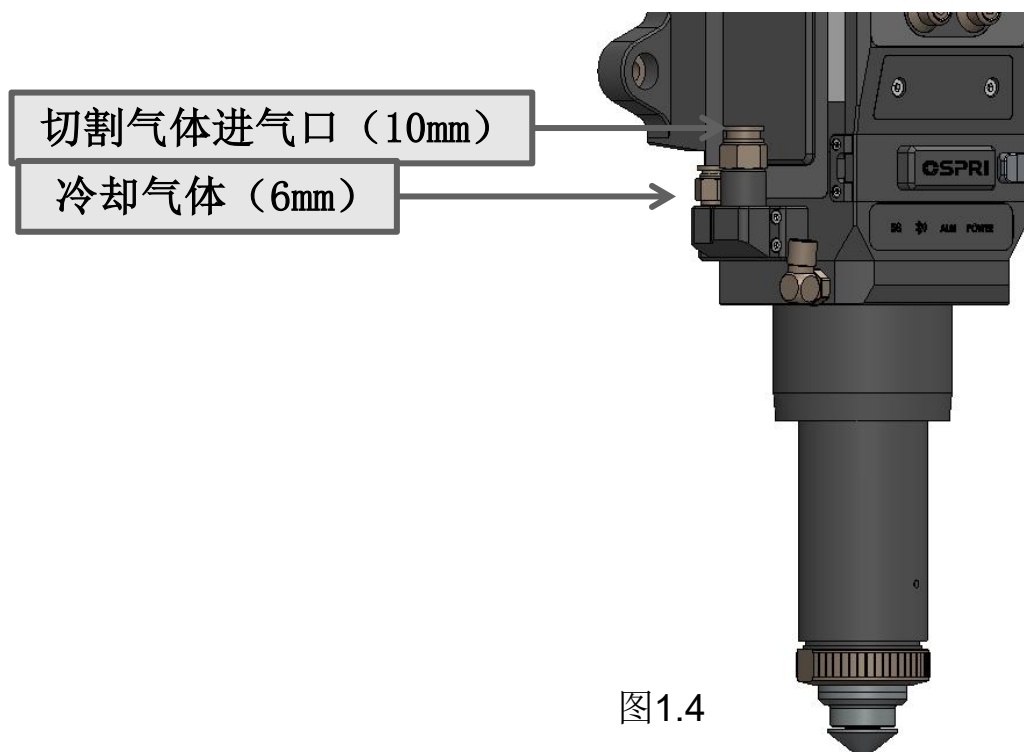

图1.4
- ① 输入口接10mm气管，如下图1.4所示，用于对接切割气体，输入压力 $<3.0\text{Mpa}$ 。
- ② 输入口接入6mm气管，如下图1.4所示，用于对接冷却气体，输入压力 $<0.6\text{Mpa}$ 。